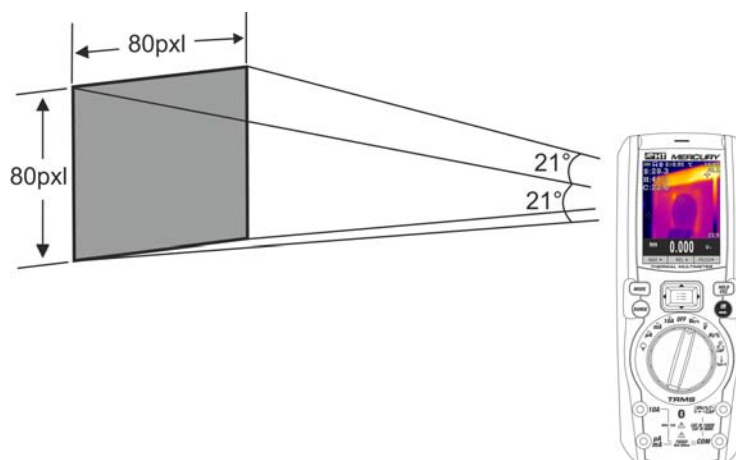

Fig. 39: Représentation du champ visuel (FOV) de l'instrument MERCURY
7. Pour des mesures précises de la température, s'assurer que la surface de l'objet testé soit toujours plus grande que la surface effectivement mesurable par l'instrument, exprimée par son champ visuel (FOV = Field Of View). L'instrument MERCURY a un champ visuel égal à  $21^\circ \times 21^\circ$  et un vecteur de mesure de  $80 \times 80$  (6400) pxl comme le montre la Fig. 39